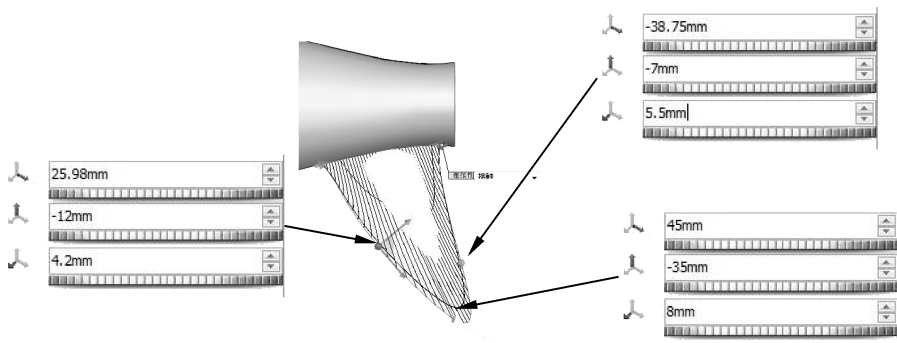

图 4-63 拖动控制点变形曲面
- 21 拖动 3 个控制点，使曲面变形，如图 4-63 所示。